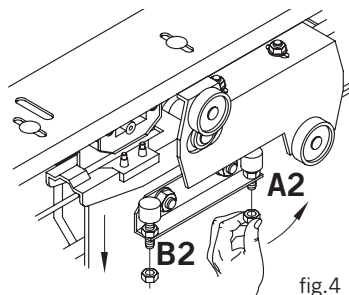

fig. 4
- 2º Ajustar el tope de goma **A2** para que la palanca de enclavamiento quede en posición horizontal (fig. 4).
- 3º Colocar el tope de goma **B2** dejando holgura para que la palanca pueda desenclavar (fig. 4).